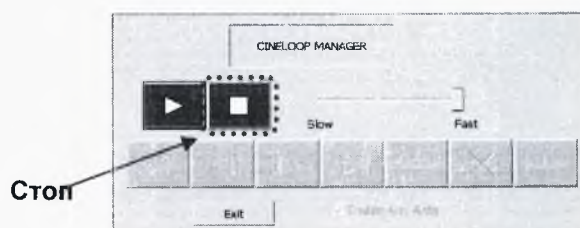

Рисунок 103
– откроется меню «Рентгенографическая петля» (см. рисунок 103), в котором имеется команда Стоп.